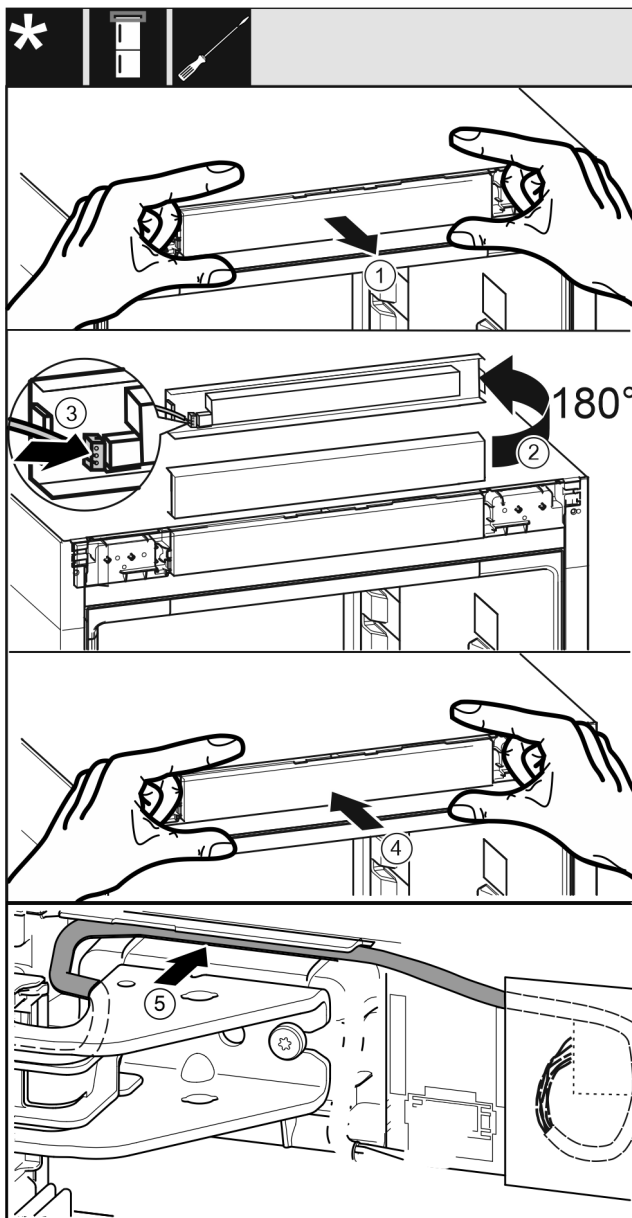

Fig. 57
- ▶ Oprezno izvucite masku za rukovanje Fig. 57 (1).
- ▶ Okrenite masku za rukovanje Fig. 57 (2) za 180° prema gore.
- ▶ Uglavite utikač Fig. 57 (3) na masku s upravljačkim elementom.
- ▶ Masku za rukovanje Fig. 57 (4) ponovno uglavite na uređaju.
- ▶ Oprezno položite kabel Fig. 57 (5) u vodilicu iznad gornjeg podloška ležaja.